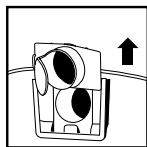

FIGURE 20
30. Retirez le déflecteur d'admission du guide de déflecteur. **NOTE** : Le tuyau doit être enlevé avant le retrait du déflecteur d'admission. **FIGURE 20.**